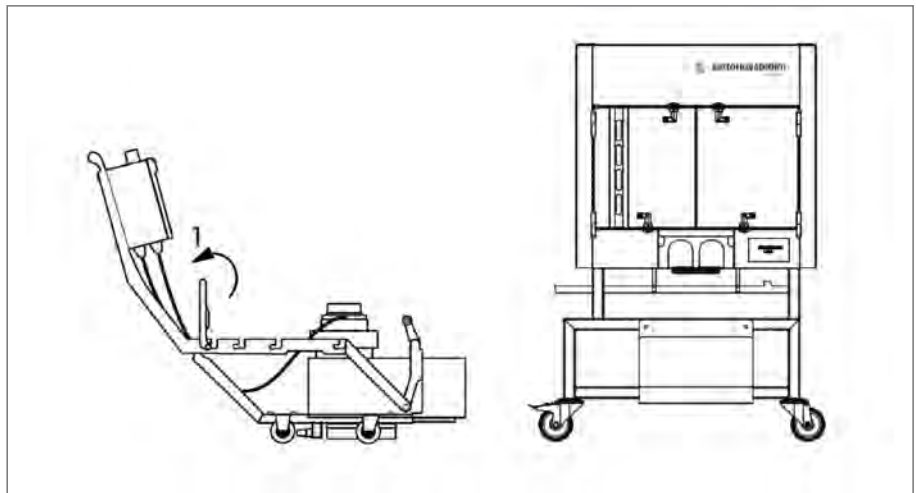

Abbildung 61
3. Schieben Sie die Verriegelung etwas in Richtung Steuerungseinheit (siehe Abb. 61 | 1)